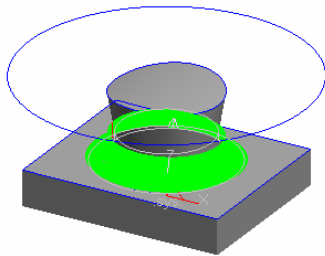

图 8-288 生成刀具轨迹
8) 单击鼠标右键后系统开始计算，生成图 8-288 所示轨迹。